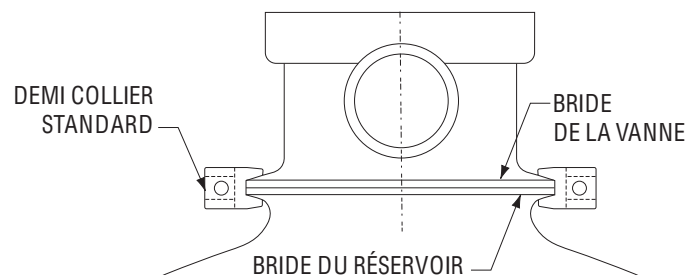
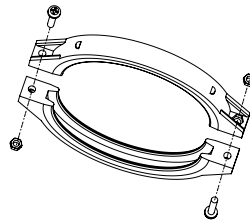

Figure 1.
Figure 2.
8. Assurez-vous que la vanne est fermement enfoncée dans le couvercle et que la bride du réservoir et la bride de la vanne se touchent. Reportez-vous à la figure 1.
9. Le collier en plastique peut maintenant être posé. Placez le demi-collier sur la bride de vanne et sur la bride du réservoir comme indiqué à la figure 1. Insérez les vis et écrous dans le demi-collier en vous assurant que les écrous soient situés dans l'emplacement de retenue hexagonal sur les colliers. Reportez-vous à la figure 2.